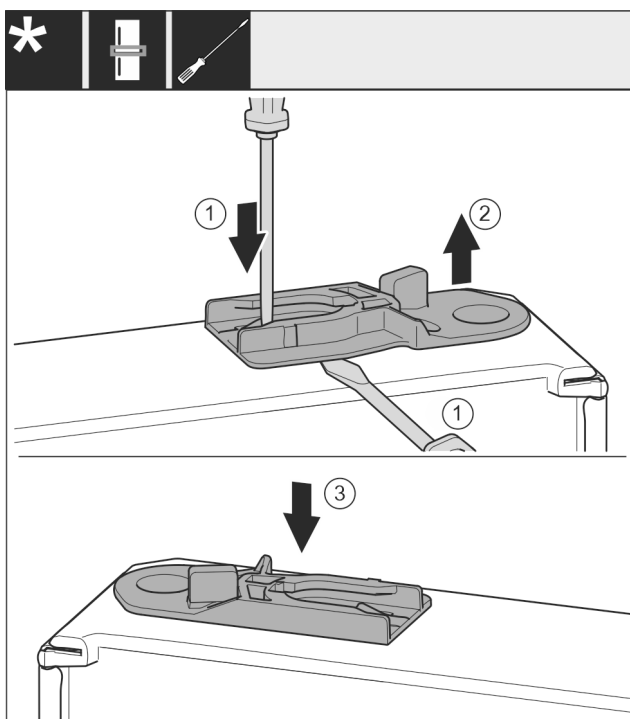

Fig. 34
- ▶ Vytáhněte vodící pouzdro: Stiskněte jazýček Fig. 34 (1) šroubovákem a současně plochým šroubovákem zajedte pod vodící pouzdro Fig. 34 (2).
- ▶ Vodící pouzdro Fig. 34 (3) přiložené v příslušenství zasuněte na druhé straně pláště.